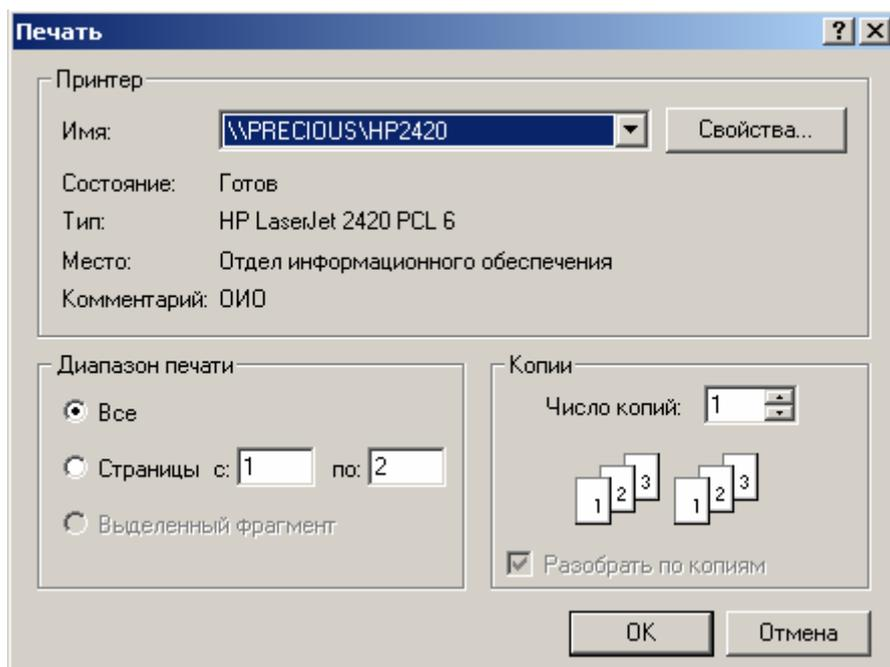

Рисунок 7.6 – Настройка параметров печати
- настройки параметров печати (рис. 7.6);